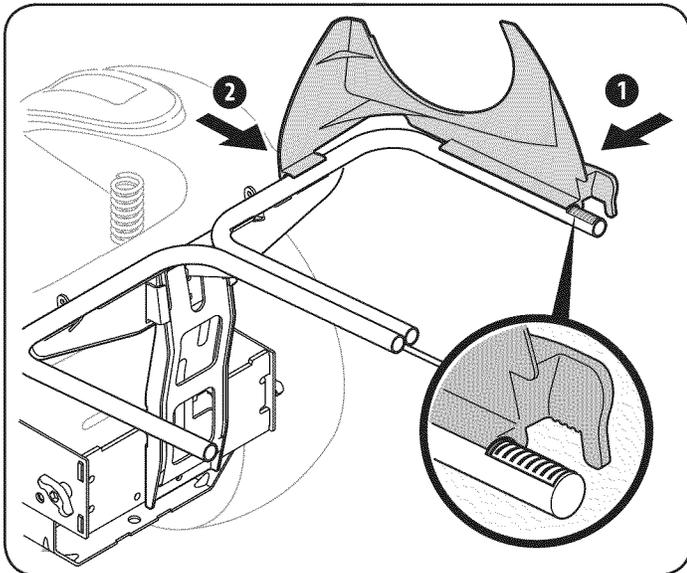

Figure 37
1. Ajustar el soporte plástico canal superior en su lugar engancho la parte lateral en el riel de soporte de la bolsa con el borde de la característica de ajuste alineada con la línea roja (1), tal como se muestra en el recuadro de la Figure 37.
2. Coloque la parte delantera del soporte superior del conducto a la barra de soporte de la bolsa como se ve en la 2 de la Figure 37.